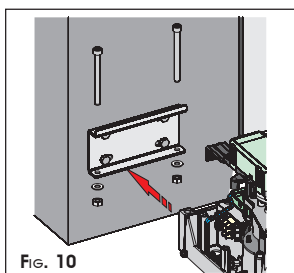

FIG. 10
- ④ Plaats de aandrijving met de twee bijgeleverde schroeven M8x100 en de bijbehorende moeren op de zojuist bevestigde beugel (Fig.10).
- ⑤ Zet de aandrijving op handmatige werking, zie paragraaf 7.